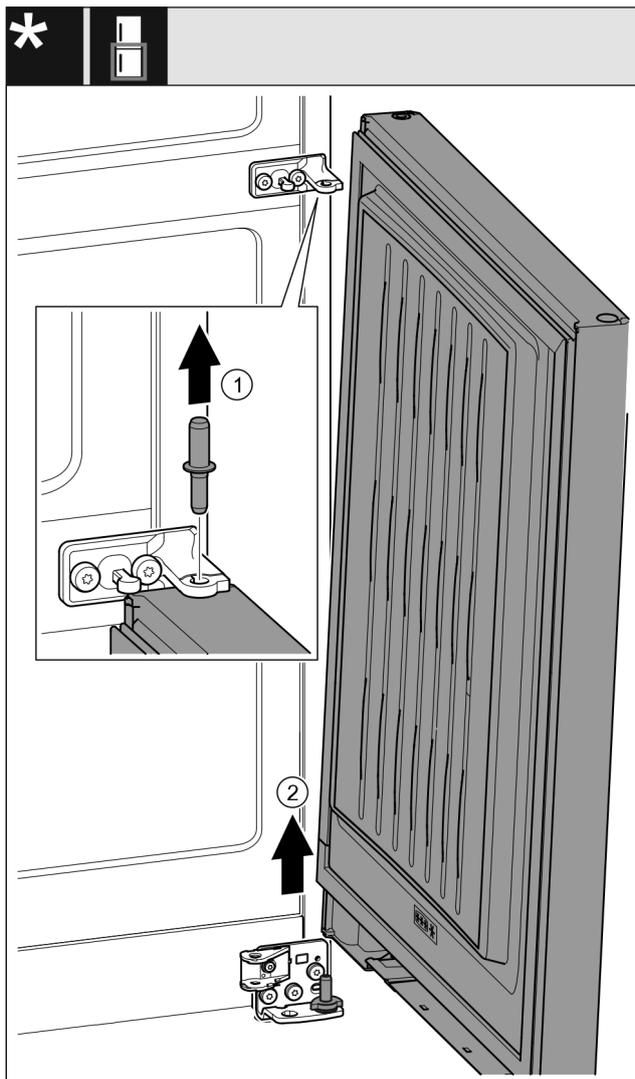

Fig. 23 *
- ▶ Trekk boltene av oppover. Fig. 23 (1)*
- ▶ Sving ut døren, trekk den oppover og sett den til side. Fig. 23 (2)*